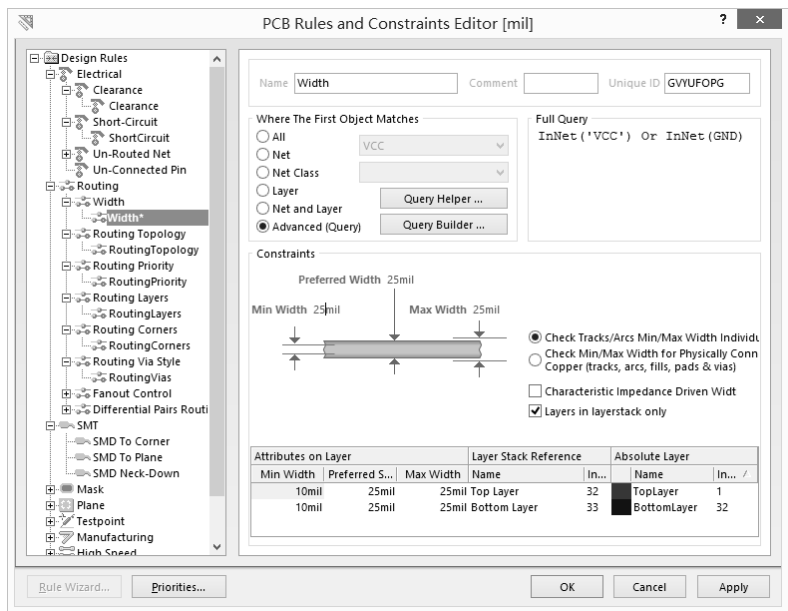

图 3.3.32 修改线宽
(8) 在 “PCB Rules and Constraints Editor (PCB 规则和约束编辑器)” 对话框的底部, 分别将 “Minimum Width (最小宽度)”、“Preferred Width (首选尺寸)” 和 “Maximum Width (最大宽度)” 的值改为 25mil, 如图 3.3.32 所示。注意, 必须在修改 “最小宽度” 值之前先设置 “最大宽度” 的值。现在新的规则已经设置, 选择 “设计规则” 面板的其他规则或关闭对话框时将予以保存。
(9) 最后, 再新建并设置普通线宽规则即可, 如设成 12mil。
(10) 单击 “OK (确认)” 按钮退出对话框。